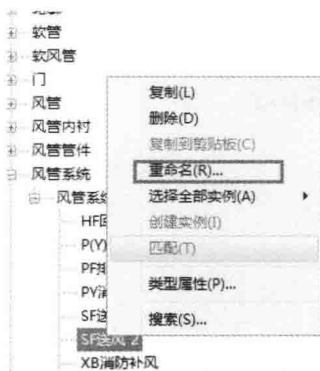

图 2.1-4
2) 右键单击“SF 送风”,然后单击“复制”命令。选择“SF 送风 2”,单击鼠标右键,然后单击“重命名”命令。输入“高压送风”即可,如图 2.1-4 所示。